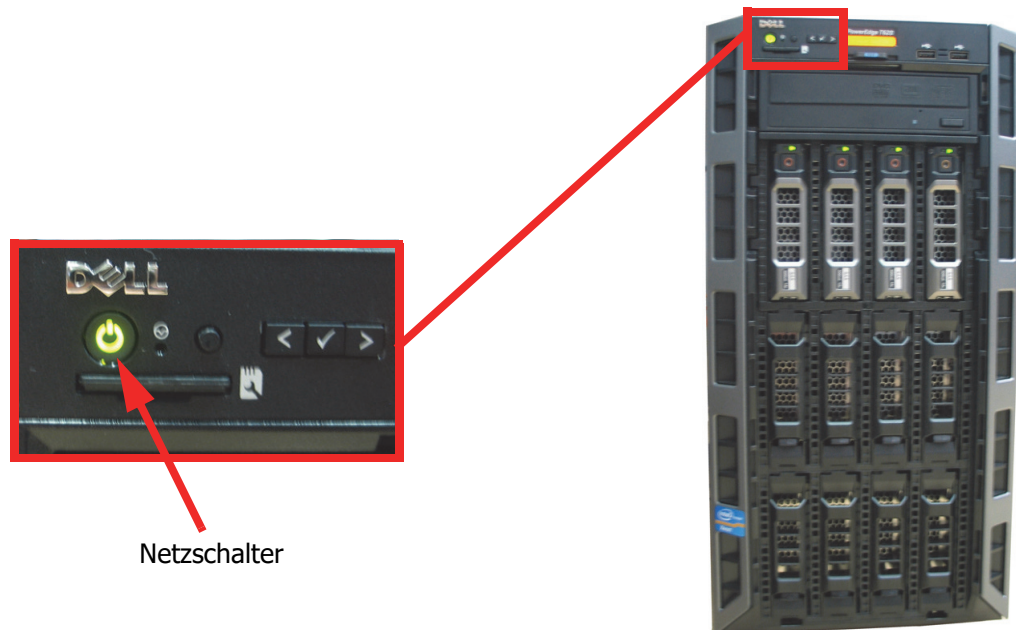

Abbildung 150: Position des Netzschalters an der Gerätefront des Controllers
5. Schalten Sie den Hauptcontroller aus, indem Sie kurz auf den Netzschalter drücken (siehe **Abbildung 150**).